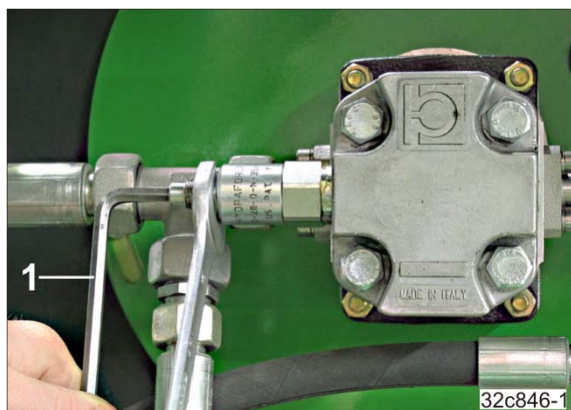

Рис. 141
1. Ослабьте контргайку (Рис. 141).
- 2.1. Соответствующим образом поверните винт с помощью торцевого ключа (Рис. 141/1).
2. Установите заданную частоту вращения вентилятора с помощью торцевого ключа (Рис. 141/1) на редукционном клапане. Не превышайте максимальную частоту вращения вентилятора 4000 об/мин.